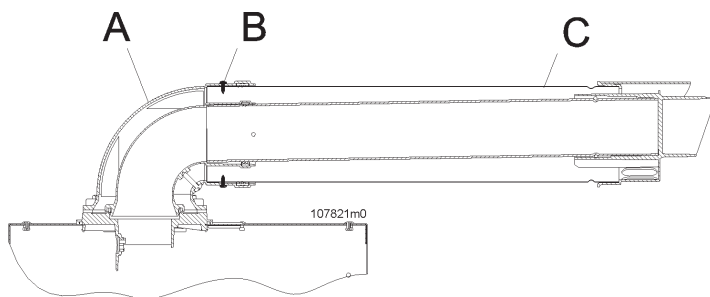

Figura 5-19 - Posizionamento del condotto coassiale
**ATTENZIONE!!! Seguire scrupolosamente le fasi di installazione del condotto coassiale come illustrato in Figura 5-19.**